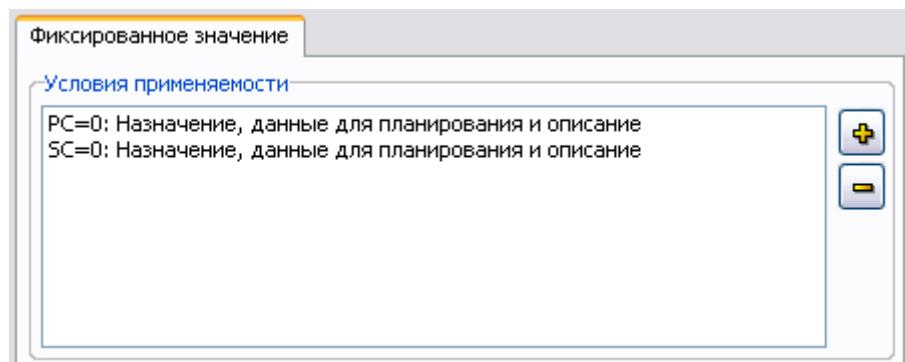

Рис. 2.40
9. Нажмите на кнопку  **Применить**. После этого произойдет возврат в окно **Добавление записи** для фиксированного значения, и в окне **Условия применяемости** появятся назначенные нами условия (Рис. 2.40).